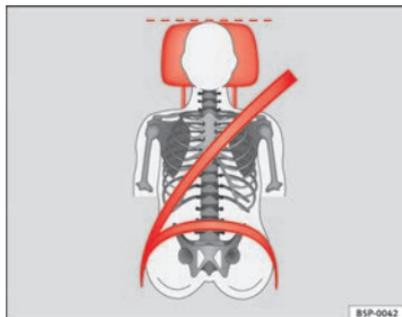

Fig. 12 Banda del cinturón y apoyacabezas ajustados correctamente, vistos de frente
- La banda del hombro debe pasar aproximadamente por el centro del mismo, pero nunca sobre el cuello. El cinturón de seguridad debe quedar plano y bien ceñido a la parte superior del cuerpo ⇒ **fig. 12**.